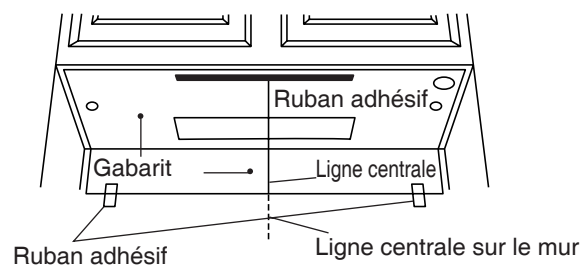

Fig. 2-3
3. Plier le gabarit sur la ligne pointillée "Mur arrière". Aligner la ligne centrale sur la ligne centrale sur le mur et l'armoire du haut. Fixer le gabarit avec du ruban adhésif directement sous le fond de l'armoire et sur le mur. (Fig. 2-3)